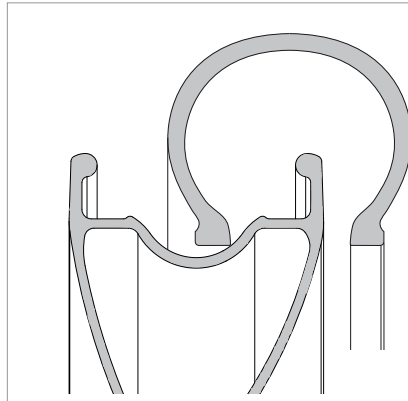

Abb.13
- Einen Wulst des Reifens im Mittelkanal der Felge anbringen (Abb. 13).